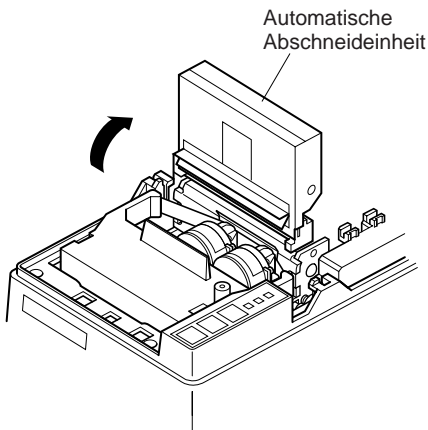

Abb. 2-9 Die automatische Abschneideinheit anheben (SP347)
- ⑥ Heben Sie die automatische Abschneideinheit an, und stellen Sie sie in senkrechte Stellung wie in der Abbildung 2-9 gezeigt.